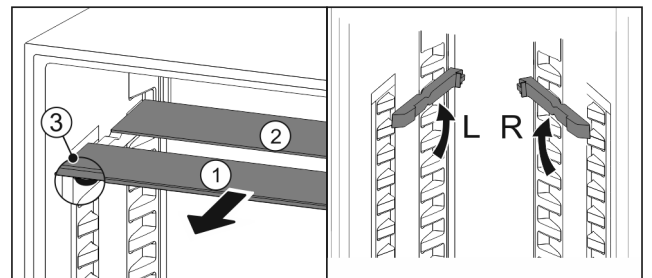

Fig. 102
- ▶ Glasplatten einzeln nach vorne herausziehen Fig. 102 (1).
- ▶ Glasplatte Fig. 102 (1) mit Zierleiste liegt vorne.
- ▶ Stoppes Fig. 102 (3) zeigen nach unten. Geräte mit Gefrierfach:*